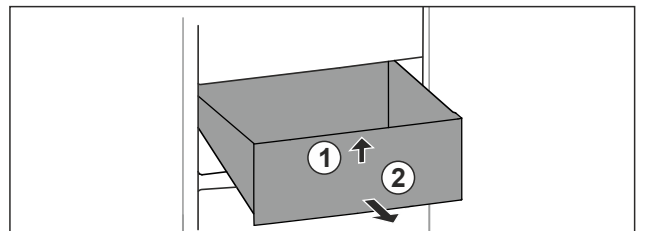

Fig. 71
- ▶ Ridicați sertarul în față. Fig. 71 (1)
- ▶ Extrageți sertarul spre înainte. Fig. 71 (2)